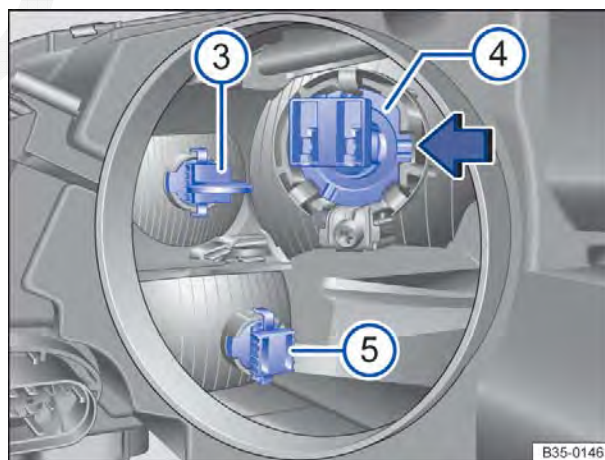

Fig. 245 Montar e desmontar a lâmpada do farol de rodagem diurna e luz de posição , farol de conversão ou indicador de direção .
4.	Retirar o suporte da lâmpada ⇒ Fig. 245 (3) com a lâmpada incandescente para trás da carcaça do farol.
7.	Colocar o suporte da lâmpada com a lâmpada incandescente na posição original dentro da carcaça do farol (3).
3.	Remover a cobertura de borracha da parte traseira do farol (2).
4.	Pressionar o suporte da lâmpada ⇒ Fig. 245 (4) na direção da seta e retirar com a lâmpada incandescente para trás da carcaça do farol.
7.	Colocar o suporte da lâmpada com a lâmpada incandescente na posição original dentro da carcaça do farol (4) e pressionar contra a direção da seta. O ressalto do encaixe da lâmpada deverá estar no entalhe da carcaça do farol ⇒ Fig. 245 (seta).
4.	Pressionar o suporte da lâmpada ⇒ Fig. 245 (5) para baixo e retirar com a lâmpada incandescente para trás da carcaça do farol.
7.	Colocar o suporte da lâmpada com a lâmpada incandescente na posição original dentro da carcaça do farol (5) e pressionar para cima.